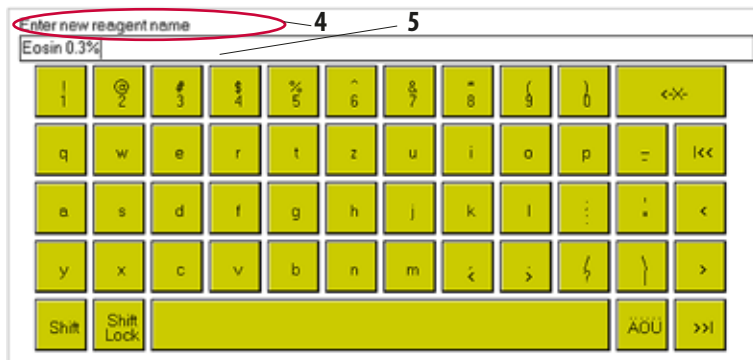

Рис. 29
Алфавитно-цифровая клавиатура (рис. 29) напоминает компьютерную клавиатуру. Поле ввода (5) и инструкции о типе вводимых данных (4) расположены над клавиатурой. От этого зависит количество вводимых знаков. Если имеется заданное значение, то оно представлено в поле ввода. Форма ввода находится у левого края.